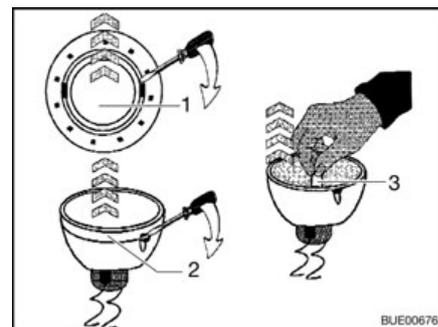

Fig. 187 Remplacer l'ampoule halogène
- Desserrer la bague de recouvrement intérieure (Fig. 187,1) du boîtier avec un tournevis.
- Défaire la bague de recouvrement avec le panneau en verre (Fig. 187,2) de la partie inférieure de la lampe halogène encastrée à l'aide d'un tournevis.
- Retirer l'ampoule halogène (Fig. 187,3).